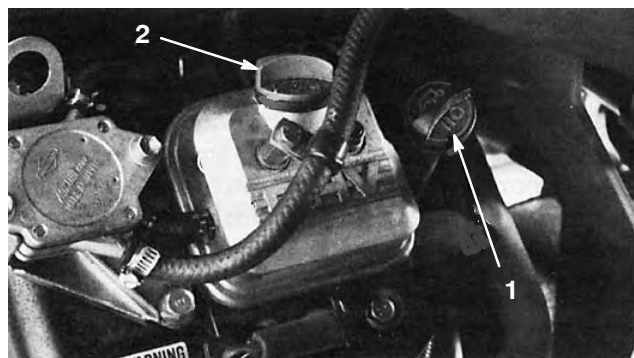

Bild 13
2. Nehmen Sie den Peilstab heraus und wischen Sie ihn mit einem sauberen Lappen ab. Stecken Sie den Peilstab in das Rohr und stellen Sie sicher, dass er vollständig eingeführt ist (Bild 13). Nehmen Sie den Peilstab heraus und prüfen Sie den Ölstand. Nehmen Sie bei einem niedrigen Ölstand den Fülldeckel von der Ventilabdeckung ab und gießen Sie genug Öl in die Öffnung, bis der Ölstand die Vollmarke am Peilstab erreicht.